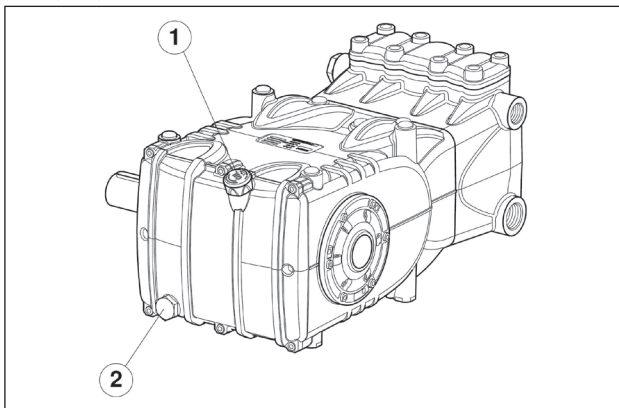

图1
排油时必须拆除：位置①的油位尺，接着拆除位置②，图1的塞子。